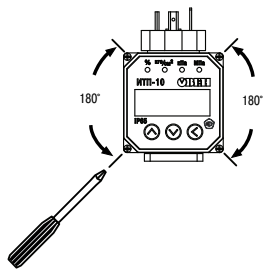

Рисунок 7 – Вращение в вертикальной плоскости
- для вращения в вертикальной плоскости следует отвернуть винты крепления индикации и закрепить панель индикации под необходимым углом (см. *рисунок 7*);